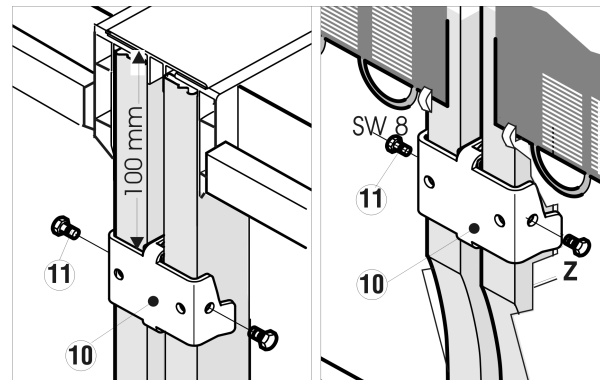

Fig. 6
- С обратной стороны сверху и снизу следует установить широкие крепежные уголки Fig. 6 (10).
- ▶ Нижний крепежный уголок вставьте в соответствующий вырез (Z).
- ▶ Затем оба крепежных уголка Fig. 6 (10) прочно затяните с боков с помощью винтов с шестигранными головками Fig. 6 (11).